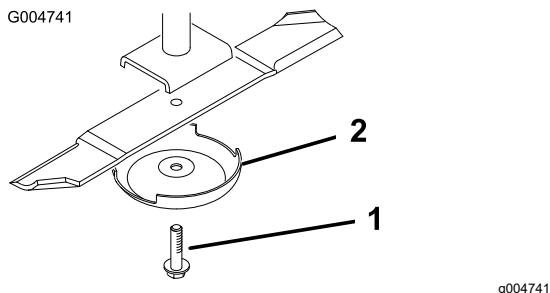

Figura 25
4. Retire o parafuso da lâmina, o recipiente antidanos e lâmina do eixo (Figura 25).